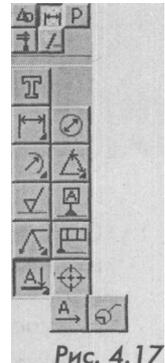

Рис. 4.17
13. Создание вида. На панели переключения нажмите кнопку **III** (**Размеры и технологические обозначения**). Затем воспользуйтесь кнопкой **III** (**Линия разреза**) и, не отпуская ее, выберите кнопку ~**J** (**Стрелка взгляда**) (рис. 4.17).